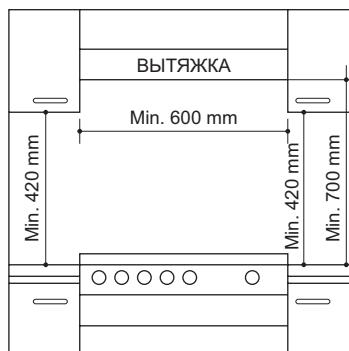
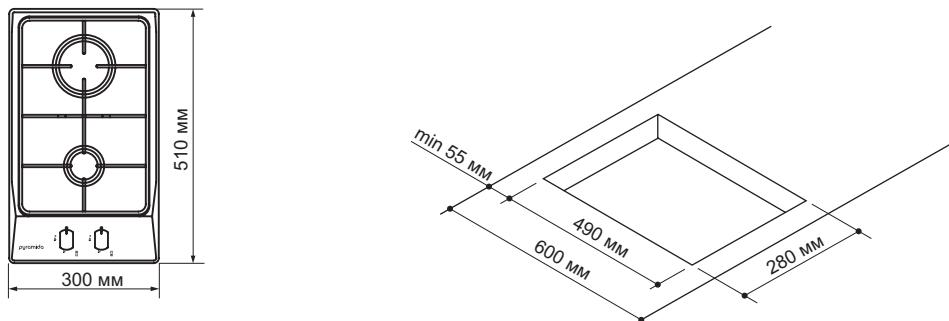

Рис. 4
Рис. 5
- Шкафы, расположенные рядом с вытяжкой, помещают на высоте не менее 420 мм от варочной поверхности (Рис. 4).
- При установке варочной поверхности под навесным шкафом, расстояние между ними должно быть не менее 700 мм (Рис. 4). Размеры отверстия для встраивания варочной поверхности должны соответствовать размерам, указанным на Рис.5.